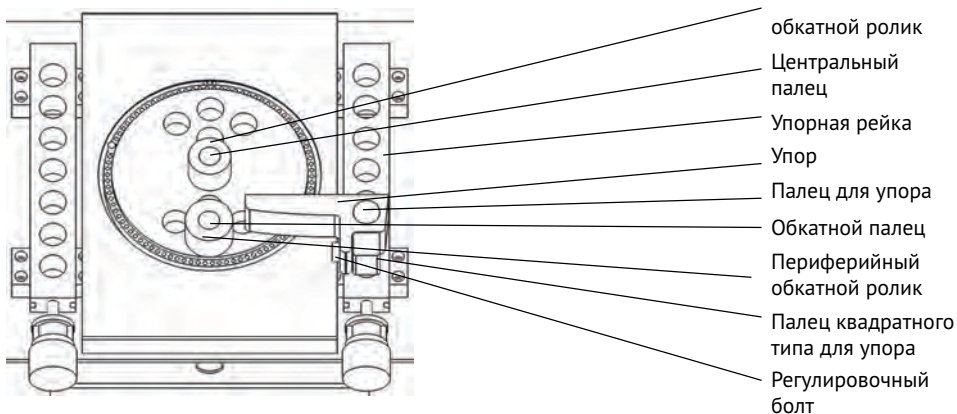

Рис. 4 Рабочая поверхность
- Установите упор в упорную рейку. Упор необходимо зафиксировать при помощи квадратного пальца и регулировочного болта (см. рис. 4). Для больших диаметров арматуры рекомендуется использовать пальцы, во избежание повышенного трения.